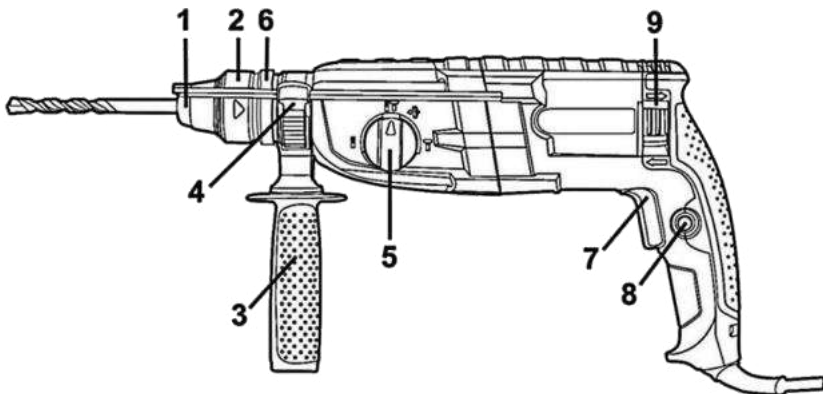

Рисунок 1
**4.1** Виберіть необхідний режим роботи виробу за допомогою перемикача (5) (див. рисунок 1, таблицю 1). При необхідності встановлення свердлильного патрона – встановіть його в патрон SDS-plus через адаптер.
**4.2** Для ввімкнення виробу натисніть на курок вимикача (7) (рис.1). Для відключення виробу слід курок відпустити.